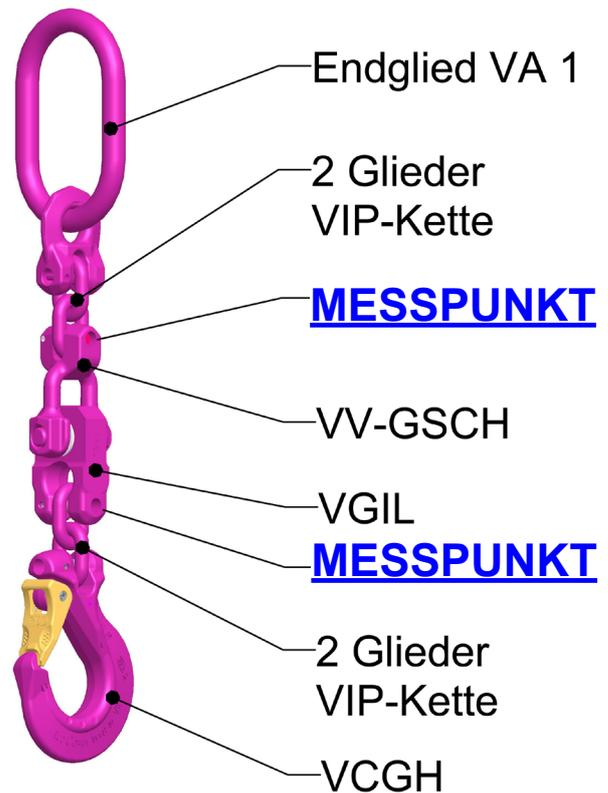

Abb. 4: Messpunkte
- Alternativ kann die VIP-Isolierlasche auch an den vorgegebenen Messpunkten mit einem Isolationsmessgerät (bis 1000 V) geprüft werden (vgl. Abb. 4). Hierbei wird die Isolation zwischen den Messpunkten überprüft. Isolationswiderstand bei 1000 V => $\geq 1,0 \text{ M}\Omega$ (nach DIN EDV 0100-600).